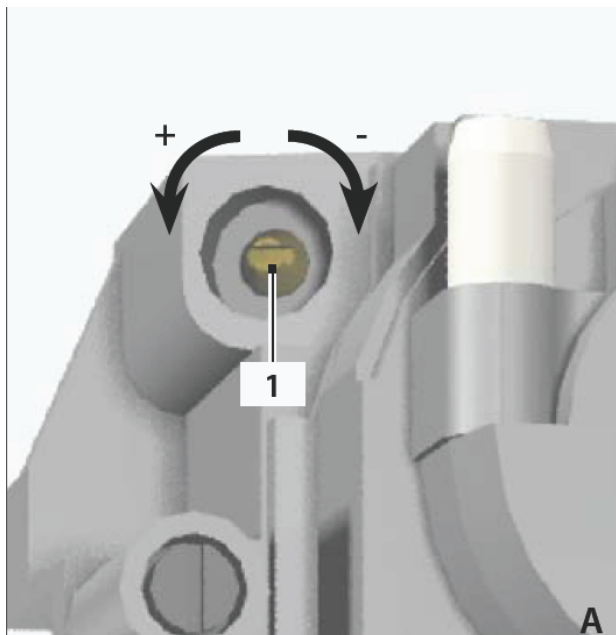

fig. 27
- agendo sulla vite di regolazione (rif. 1 - fig. 27) portare i valori della CO₂ a quelli indicati;